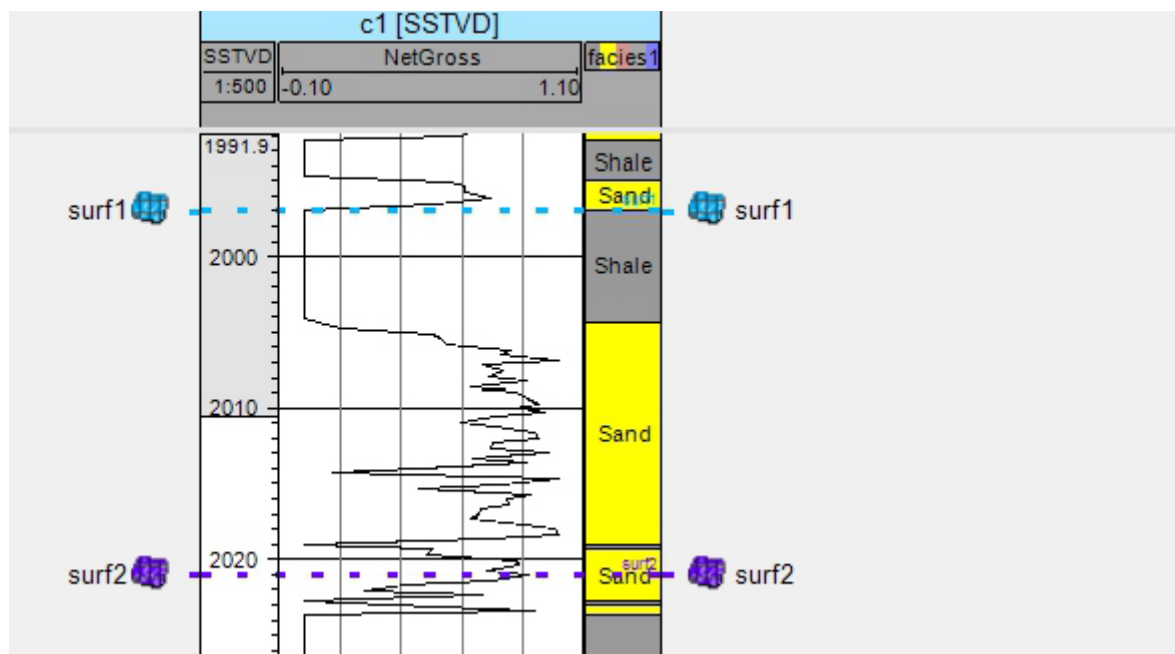

Рисунок 7 –Параметр PayCrossFlag
- PayCrossFlag - флаг, который определяет пересекает ли коллектор зону (рисунок 7). Если есть пересечение коллектора с кровлей или подошвой зоны, то PayCrossFlag = error. В таком случае пользователю необходимо обратить внимание на данную зону и скорректировать необходимые данные.